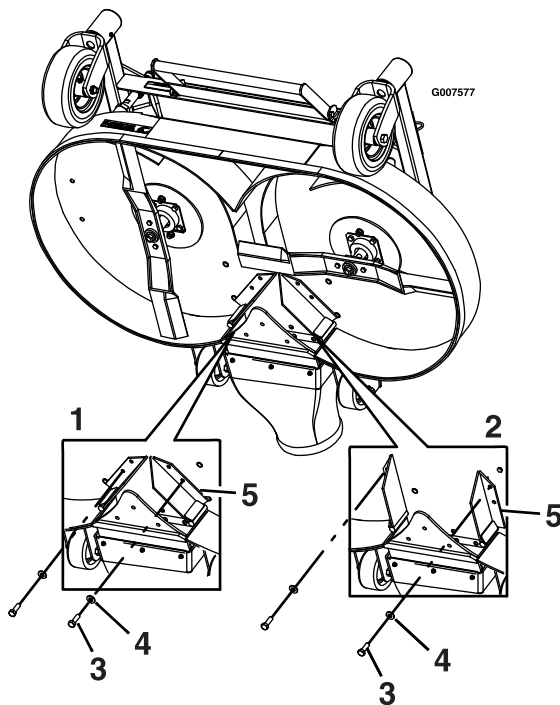

Figure 12
7. Retirez le boulon et la rondelle à l'avant de chacun des déflecteur FRS (Figure 12).